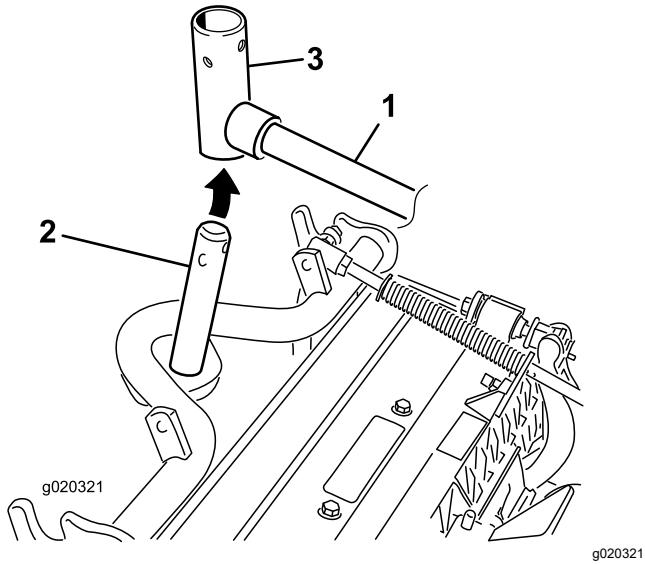

Bild 10
10. Frontmähwerke: Schieben Sie ein Mähwerk unter den Hubarm und schieben Sie gleichzeitig die Trägerrahmenwelle in das Gelenkjoch des Hubarms (**Bild 10**).
- B. Setzen Sie das Hubarmjoch in die Trägerrahmenwelle ein (**Bild 10**).